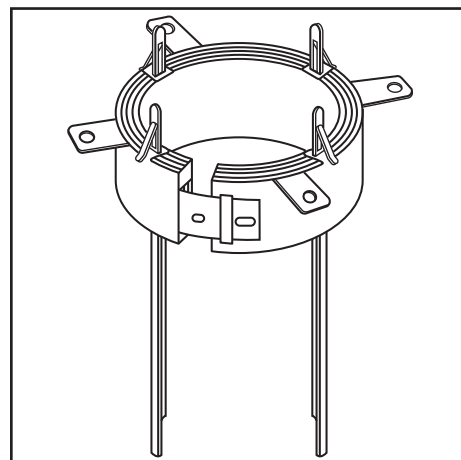

Figure 1 : Assembler le dispositif pour tuyaux en plastique et le système d'ancrage ultra rapide.
- Assembler le dispositif pour tuyaux en plastique et la courroie d'ancrage ultra rapide (Figure 1).